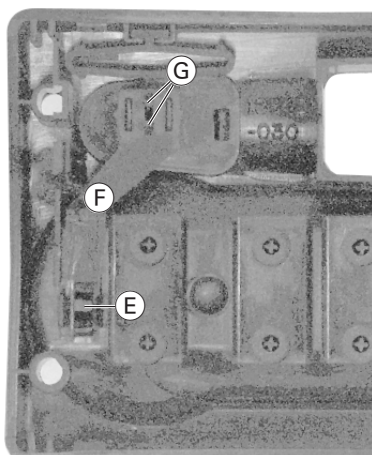

Fig. 6
- Rastnasen (E) vorsichtig auseinanderbiegen und den Hebel (F) aus der Führung heben. Dann die Rastnasen (G) zusammendrücken und den Hebel ganz herausnehmen (Fig. 6)
- Gently spread the catches (E) apart and pull out the lever (F) from the guides. Then press the catches (G) together and take out the lever completely (Fig. 6).